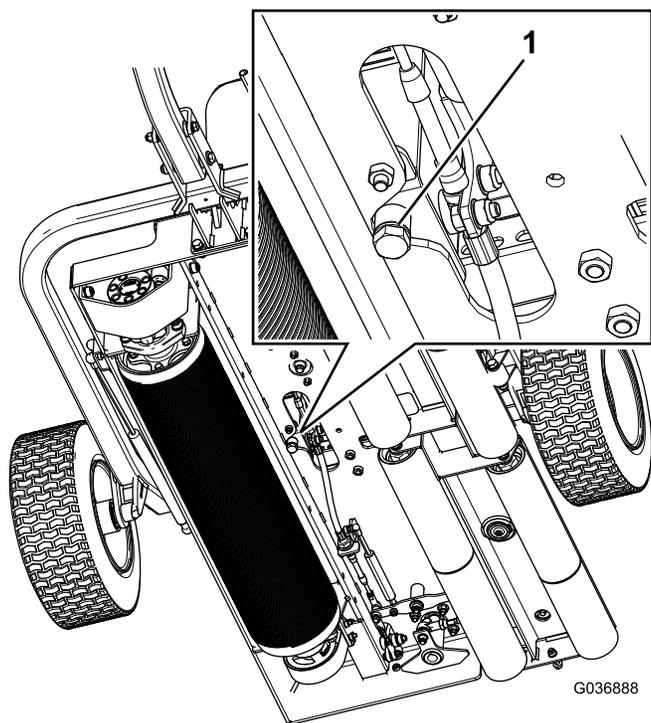

Figura 36
1. Coloque um recipiente adequado debaixo do tampão de escoamento do reservatório (Figura 36).
2. Retire o tampão de escoamento da parte inferior do depósito (Figura 36).